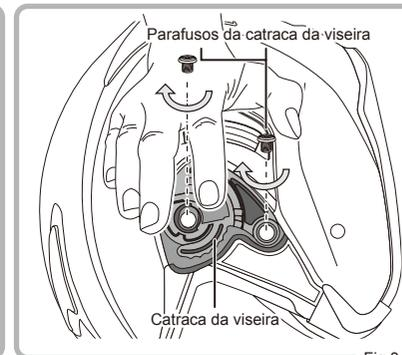

Fig.3
- ③ Aperte firmemente cada parafuso da catraca da viseira no sentido horário. Repita o mesmo procedimento na catraca da viseira do outro lado do capacete. A instalação das catracas da viseira está então concluída (Fig. 3).
- 2) Dobrar a viseira cuidadosamente até a viseira se tornar plana. Depois, encaixar o outro lado da Lente de Inserção Original Pinlock® nos pinos excêntricos e permitir que a viseira volte cuidadosamente à sua forma original curva. (Fig. 3,4,5)